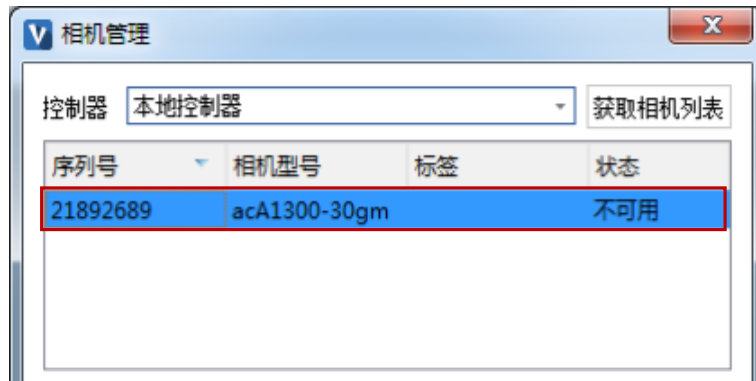

图 2-15 显示相机状态为“不可用”
- 若列表中显示的相机状态为“不可用”，如图 2-15 所示，则需继续进行步骤 7 的配置。